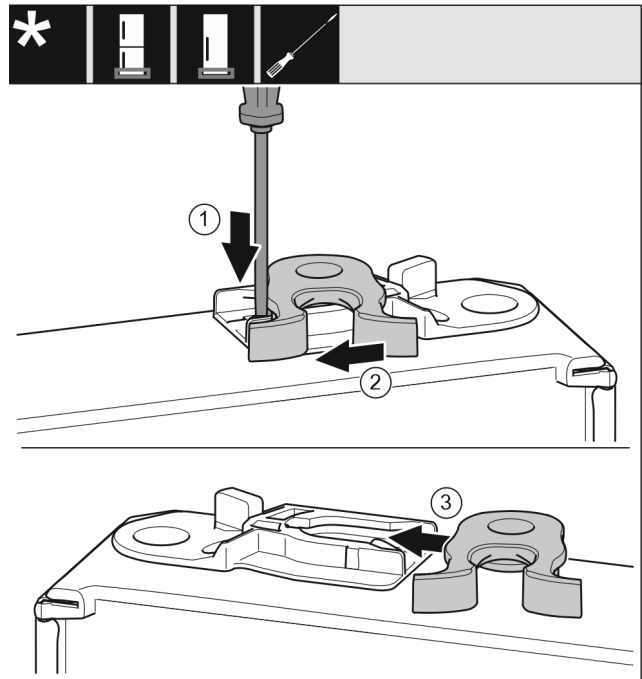

Fig. 21
- ▶ Lasche mit Schlitzschraubendreher nach unten drücken. Fig. 21 (1)
- ▶ Schließhaken aus Führung ziehen. Fig. 21 (2)
- ▶ Schließhaken auf anderer Seite in Führung schieben. Fig. 21 (3)